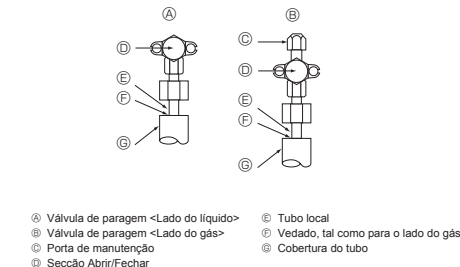

Fig. 5-4
5.4. Teste de vedação ao ar do tubo de refrigerante (Fig. 5-4)
- Se a pressão diminuir nos passos (2) ou (3), existe uma fuga de gás. Procure descobrir a causa da fuga de gás.